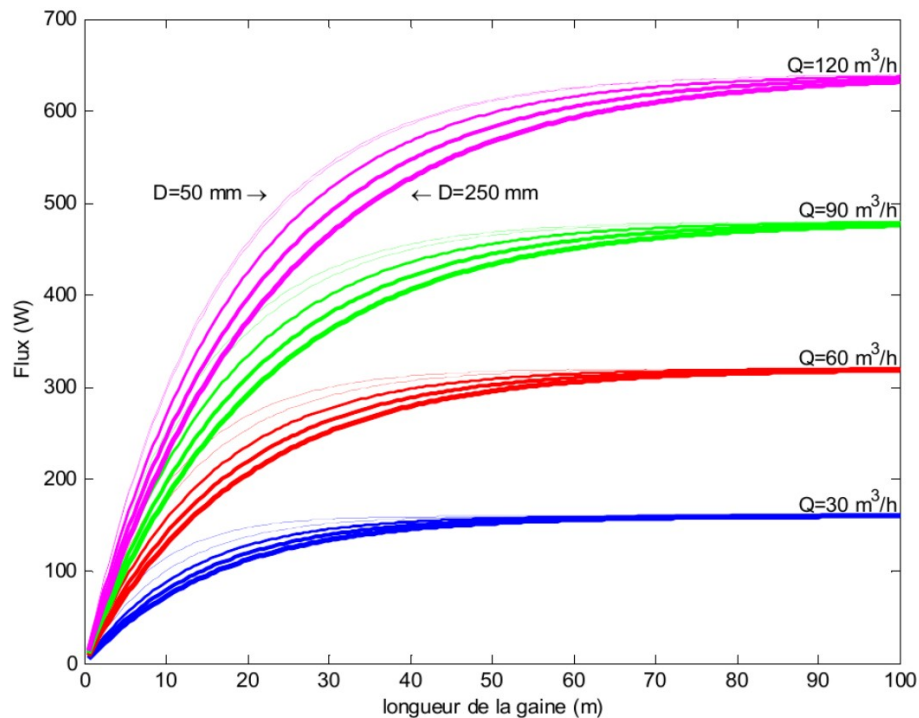

Figure 2 – Relevés expérimentaux.
1. Tracer le cycle parcouru par l'eau dans le diagramme entropique de la figure 2 présenté en annexe (à rendre avec votre copie) en justifiant votre tracé. Pourquoi le point 6 est-il confondu avec le point 5 ?
On considère le réseau expérimental de courbes $\Phi = f(L)$ donné figure 2, obtenu pour une température du sol $T_{sol} = 11^\circ C$ et une température d'entrée de l'air $T_{ext} = -5^\circ C$. D est le diamètre du tuyau,